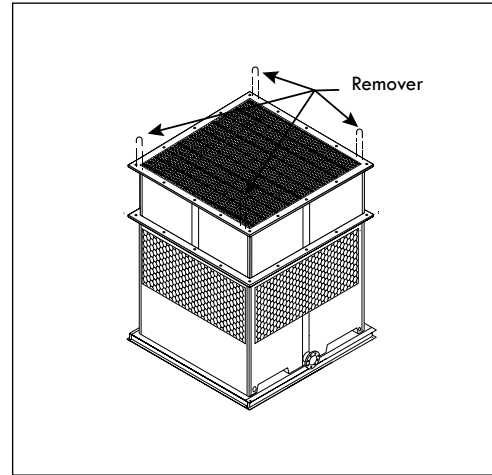

Figura A-9: Remover las argollas de izar de la sección inferior del cuerpo en una torre de un ventilador (RT-D o RTP-D)
- K. **Sólo si su torre es un modelo RT-D O RTP-D:** después de instalar la sección inferior del cuerpo, remueva las argollas de izar que se encuentran en la brida antes de instalar la siguiente sección (ver Figura A-9).